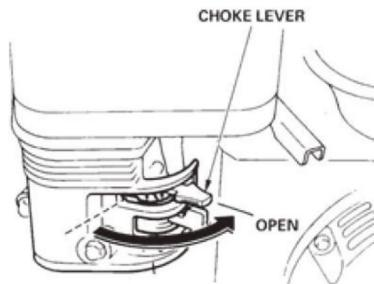

FIG.8
- 9.4 Zet de chokehendel (FIG. 8) in de stand "OPEN" als u een warmloop start motor of de temperatuur is warm.